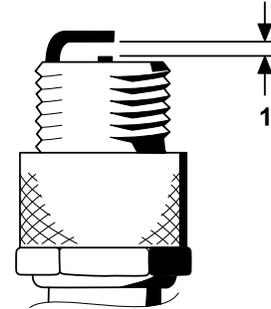

Figura 40
4. Ajuste la distancia entre los electrodos central y lateral a 0.76 mm (0.030"), como se muestra en la Figura 40.